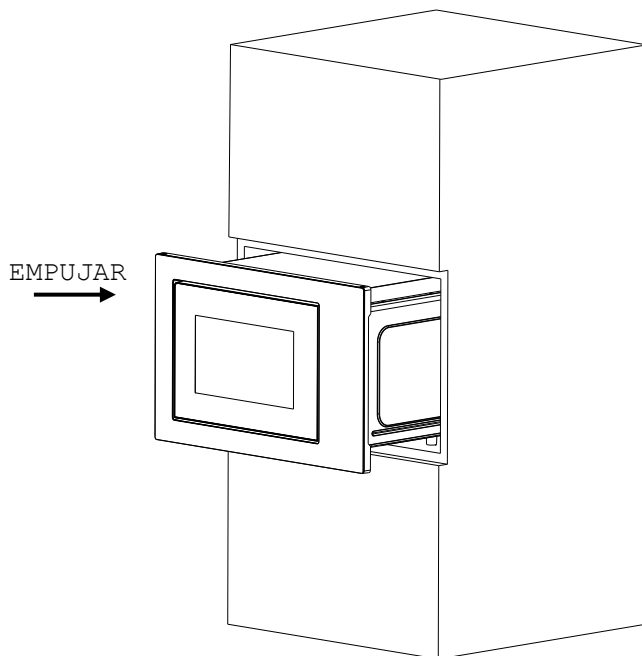

Fig. 1
a) Coloque el horno de microondas en el armario empotrado y empújelo hacia delante hasta el final. (Fig. 1)